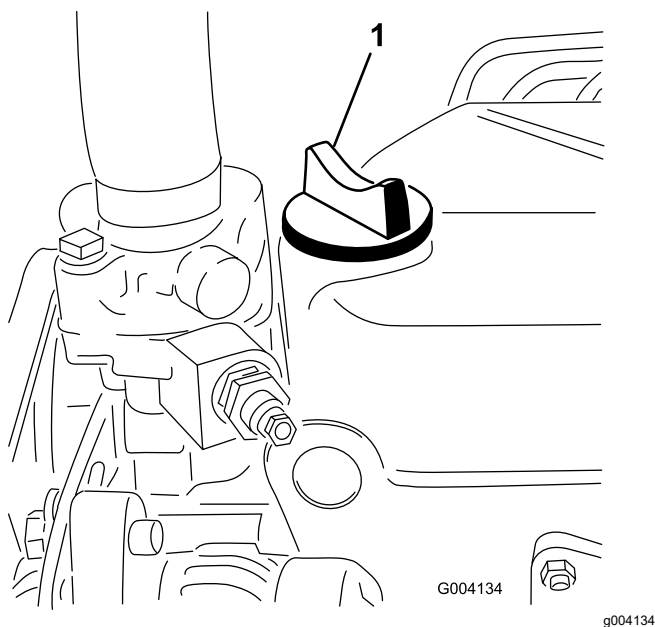

Figure 25
5. Si le niveau n'atteint pas le repère maximum, enlevez le bouchon de remplissage (Figure 25) et faites l'appoint jusqu'à ce que le niveau correct soit atteint. **Ne remplissez pas excessivement.**